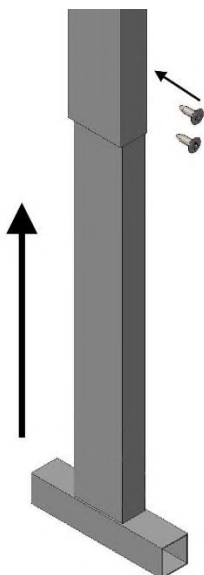

РИС. 12
4.2.5. Установите грунтозацепы в стойки на необходимую длину и закрепите двумя саморезами 4,2x13 (РИС. 12).